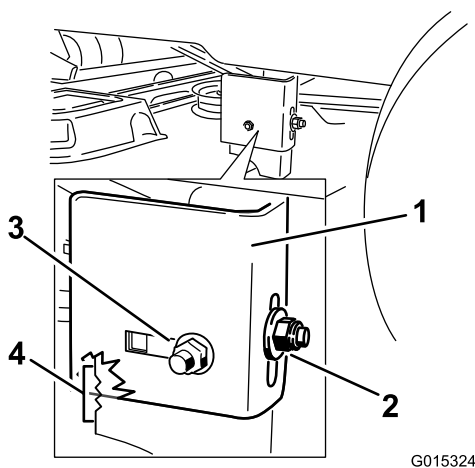
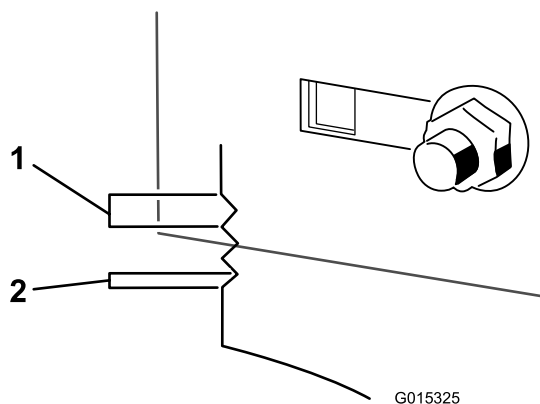

Figure 58
Figure 59
9. Desserrez l'écrou de blocage arrière sur le support (Figure 58).
10. Desserrez l'écrou de blocage latéral sur le support jusqu'à ce qu'il soit possible d'ajuster le support (Figure 58). Utilisez les fentes du support soudé pour mesurer le réglage requis. La surface de chaque fente équivaut à 6 mm (0,25 po), et un côté équivaut à 3 mm (0,125 po) (Figure 59). Réglez le tablier de coupe à la hauteur voulue.
11. Arrêtez le tablier de coupe et vérifiez sa hauteur, puis serrez l'écrou de blocage latéral sur le support pour fixer cette nouvelle position (Figure 58). Serrez l'écrou de blocage arrière sur le support.